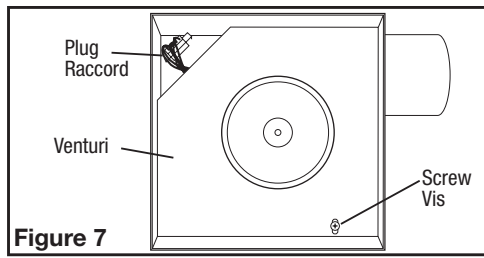
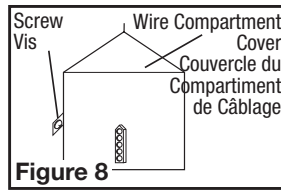

Figure 7
Figure 8
- Internal Wire Compartment:** Remove the screw holding the venturi in place. Lift the venturi up and at an angle to slide it out of the housing (Figure 7). Remove the wire compartment cover screw and place the cover in a secure place (Figure 8).
- Compartment de Câblage Intérieur:** Enlever le vis reten en place l'ensemble venturi du ventilateur et soulever pour sortir l'assemblage hors du châssis (Figure 7). Enlever la vis du couvercle du compartiment à câblage et mettre ce couvercle dans un endroit fiable (Figure 8).